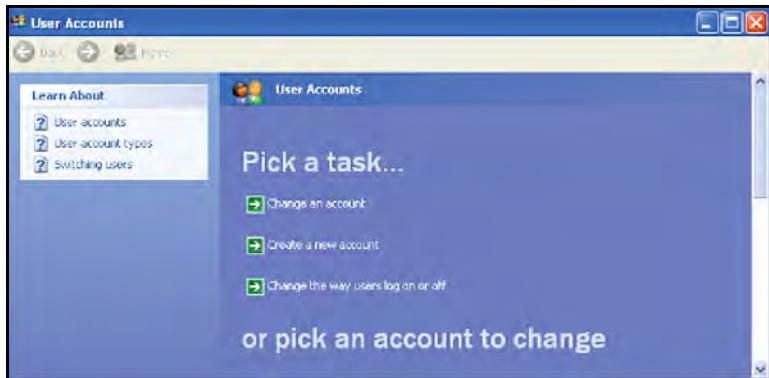

Рис. 109: Окно учетных записей пользователей
- Когда окно "Учетные записи пользователей" (см. Рис. 109 ниже) откроется, щелкните Создать новую учетную запись (Create a New Account).